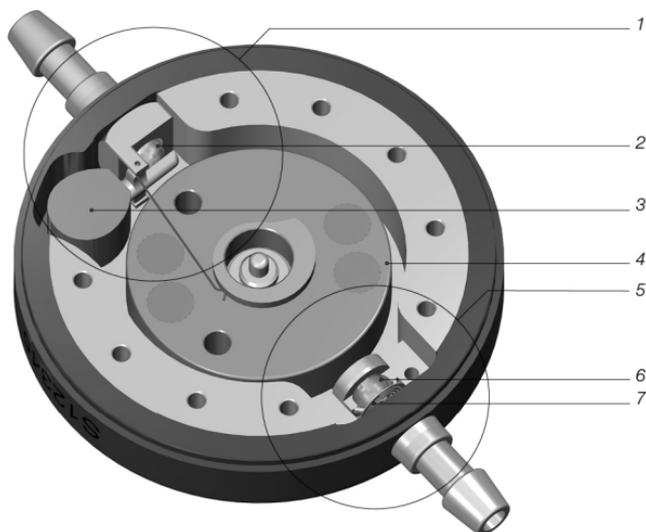

Fig. 1: Sección transversal de la M.blue
La *M.blue* es una válvula fabricada en titanio. Se compone de una unidad gravitacional ajustable y de una unidad de presión diferencial (fig. 1). La unidad gravitacional (1), situada en el extremo proximal de la válvula, lleva un contrapeso de tántalo (3) que retiene una esfera de zafiro en el asiento de la esfera por medio de una palanca (2). En función de la posición corporal del paciente va cambiando la influencia del contrapeso de tántalo sobre la esfera de zafiro y, con ello, la presión de apertura de la válvula. Mediante un rotor (4) se puede ajustar a través de la piel la pretensión del muelle